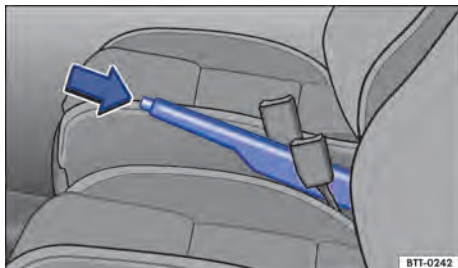

Fig. 102 Entre los asientos delanteros: palanca del freno de estacionamiento.
- Tirar de la palanca del freno de mano hacia arriba con la tecla de bloqueo presionada → **fig. 102** (flecha).
- Tirar de la palanca del freno de mano un poco hacia arriba y presionar la tecla de bloqueo → **fig. 102** (flecha).